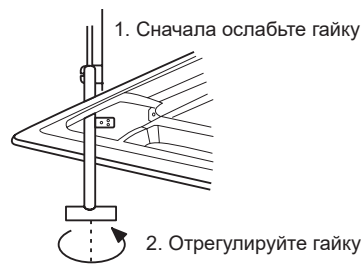

Рисунок 3.18
- Если это не будет влиять на подъем и опускание внутреннего блока и дренажного трубопровода, можно использовать траверсы в четырех углах панели для регулировки высоты внутреннего блока. См. рисунок 3.18.